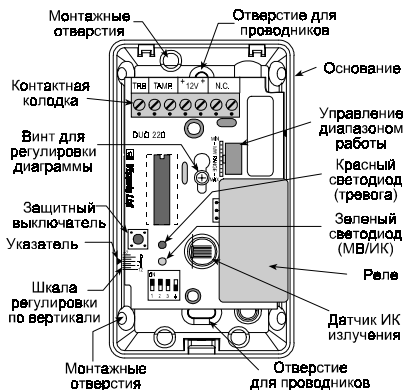

Рисунок 3. Расположение элементов на печатной плате
**Примечание:** При установке на стену используйте два продолговатых отверстия в средней части основания. При установке в углу помещения используйте два диагонально расположенных отверстия, находящихся в углах основания (см. Рис. 3).